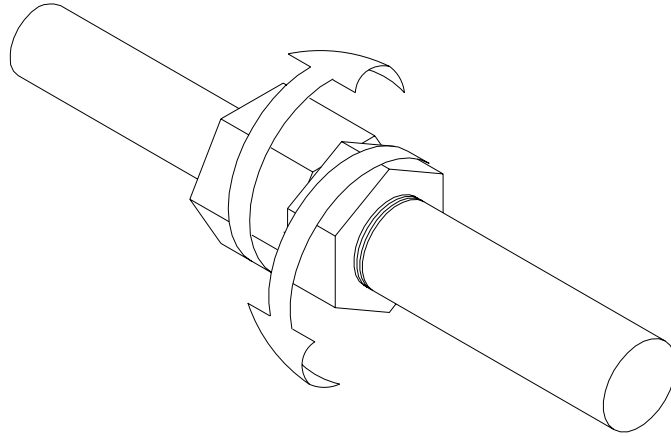

Figura 3.7 Afloje de los Accesorios
- 3: Afloje el montaje de los accesorios de remache, comience primero con la unión más cerca a la cabeza de descarga, como se muestra en la figura 3.7.